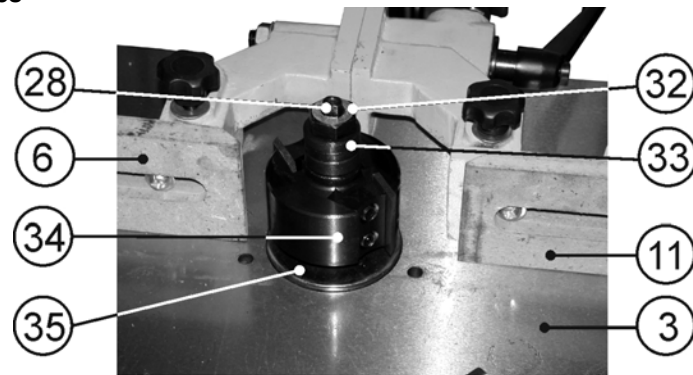

Рис.10
8.7.1. Для установки фрезерной головки или насадных фрез (прорезных, дисковых и т.п.) необходимо выполнить работы, указанные в п.8.5.2. Открутите гайку (32). Со вставки шпинделя (28) снимите наборные шайбы (33), Рис.10.
8.7.2. На вставку шпинделя (28) установите фрезерную головку (34) (или насадную фрезу) выше фрезерной головки (34); при необходимости, установите наборные шайбы (33) так, чтобы перекрыть 1-2 витка резьбы на вставке шпинделя (28). В противном случае, вы не сможете закрепить фрезу или фрезерную головку (34) гайкой (32), Рис.10. Удерживая ключом шпиндель (п. 8.5.2), затяните гайку (32), Рис.10, до определенного усилия.
8.7.3. При выполнении разного вида фрезерования не на всю высоту заготовки (например, выборка паза и т.п. - нижняя часть заготовки не обрабатывается) на вставку шпинделя (28) перед фрезой или фрезерной головкой (34) по мере необходимости установите наборные шайбы (33). Установите фрезерную головку (34) и закрепите (см.п.8.5.2, Рис.10.).
8.7.4. При выполнении некоторых фрезерных операций не на всю высоту заготовки (например, выборка четверти и т.п. - верхняя часть заготовки не обрабатывается), когда высота режущей части фрезы или фрезерной головки (34) превышает размер фрезерования, необходимо извлечь вкладышное кольцо (35). Опустите фрезерную головку (34) ниже плоскости рабочего стола (3), Рис.10.
9.2.2. Установите переднюю (11) и заднюю (6) направляющие планки в одной плоскости, по касательной к окружности резания фрезы (34), Рис.10.
9.2.3. При сквозном (плоском и профильном) фрезеровании задняя направляющая планка (6) остаётся, как указано в п.9.1.2, а переднюю направляющую планку (11) следует установить параллельно задней направляющей планке (6) со смещением назад на величину состругиваемого слоя, Рис.10.
9.2.4. При профильном несквозном фрезеровании обе направляющие планки (6 и 11) устанавливаются в одной плоскости без смещения относительно друг друга, но со смещением к касательной окружности резания фрезы (34) на величину состругиваемого слоя, Рис.10.